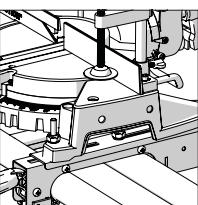

Fig. 11
- Tryck ner byglarnas baksida för att fästa dem på geringssågsläts stänger. (**Fig. 11**)